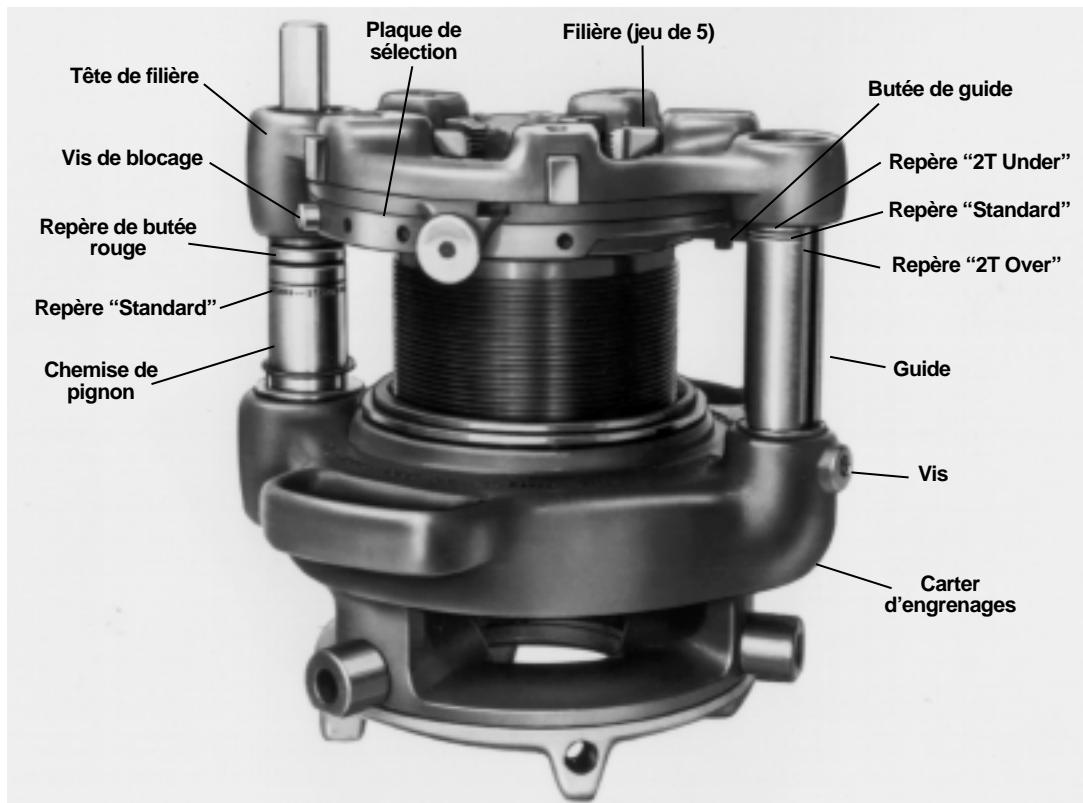

Figure 21 – Filière à réduction N° 141 montant repères de la chemise du pignon et du guide
6. **141 et 161** – Lâchez la pédale de commande dès que le repère rouge **STOP** paraît sur la chemise du pignon (Figure 21).
Tenez la bride de soutien et tournez l'extrémité carrée de l'arbre d'entraînement ou le carter d'engrenages manuellement jusqu'au repère correspondant du guide (Figure 21).
(Figure 21)
1. Enlevez la vis de blocage (*Figure 21*) de la plaque de sélection.
3. Enlevez le jeu de filières usées (*Figure 21*) et installez un nouveau jeu de filières.